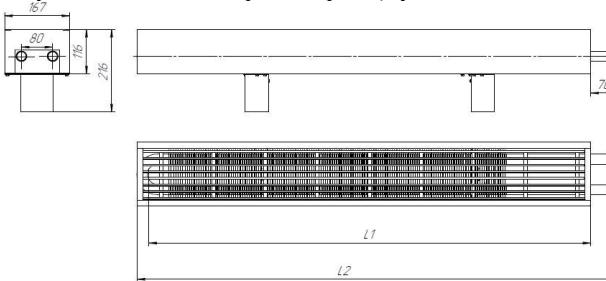

Рис. 1 – Конвектор TEPLA Neo Expo 116(B)x167(G); БП
- 1.3. Конвекторы выпускаются в концевом или проходном исполнении, с патрубками для подвода теплоносителя, расположенными с правой или левой стороны прибора, концы присоединительных патрубков гладкие (под сварку) или с раструбами с резьбой наружной G 3/4" (HP 3/4) или с резьбой внутренней G 1/2" (BP 1/2), габаритные и присоединительные размеры указаны в рис. 1.